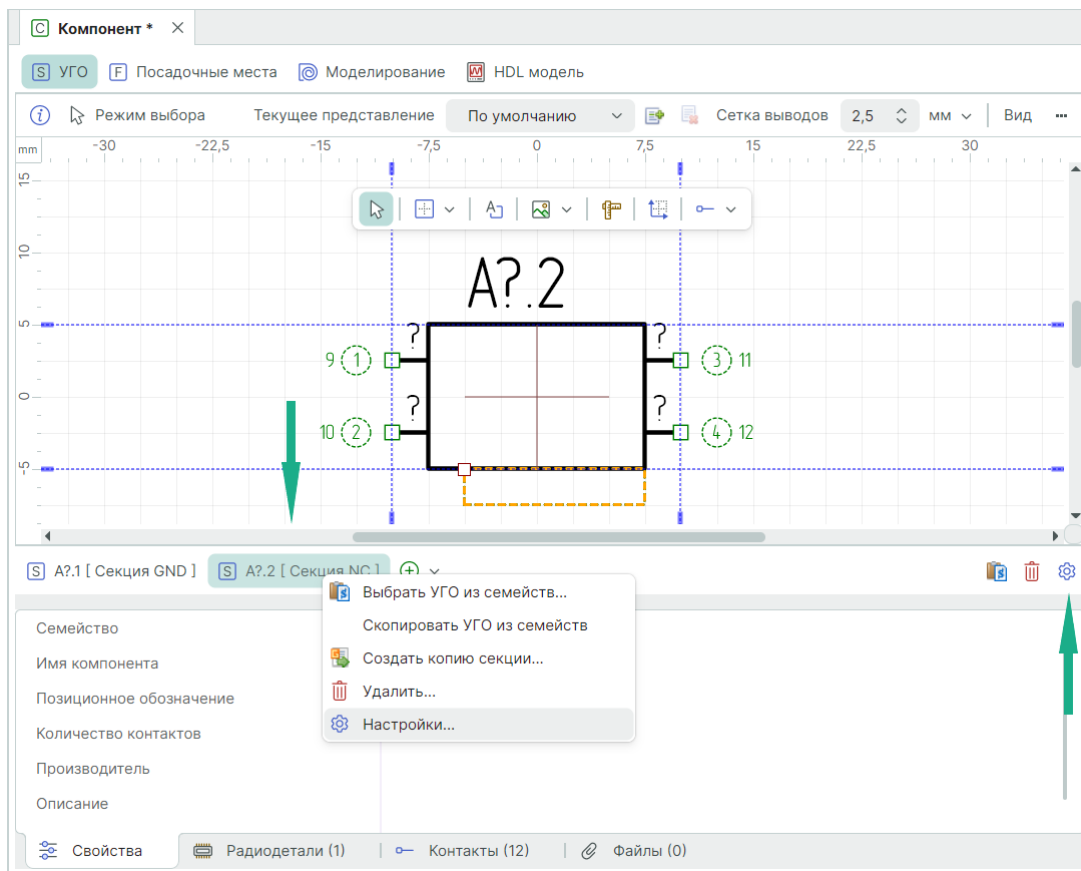

Рис. 222 Вызов настроек секций
1. Вызовите окно настроек из контекстного меню секции или с помощью символа , расположенного в правой части редактора, см. Рис. 222.